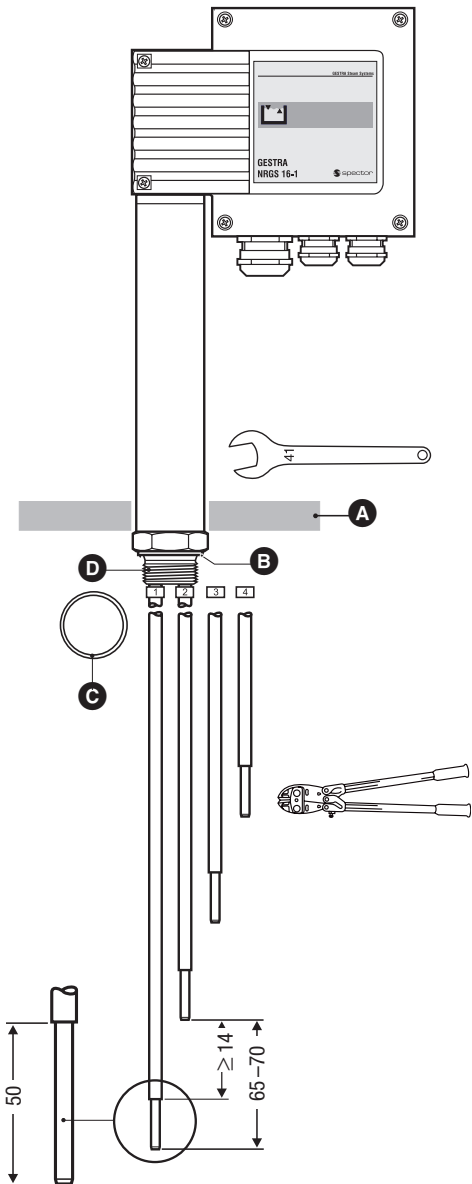

Fig. 3
- 1. Determinar las longitudes de las varillas de electrodos y anotar las dimensiones en la tabla de funciones. **Fig. 3**
- 6. Colocar la junta anular adjunto **C** sobre el asiento de estanqueidad **B** del electrodo. **Fig. 3**